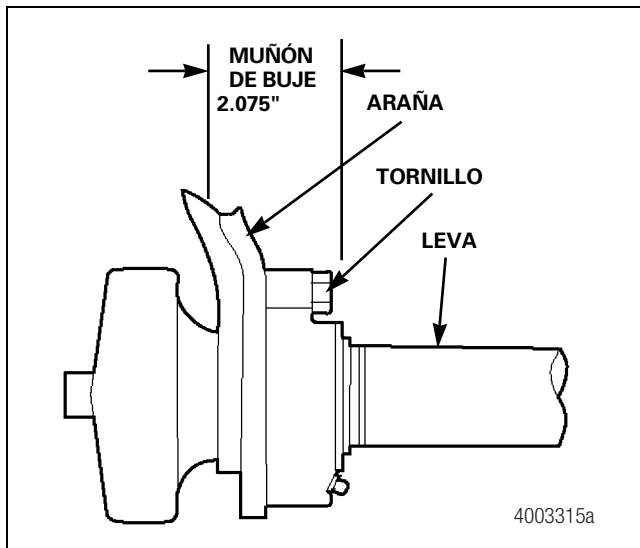

Figura 12.14
- Las levas con muñones tratados térmicamente se usan con portabujes atornillados. Figura 12.14.